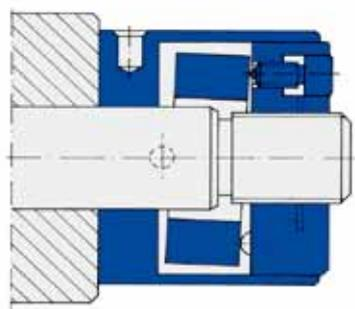

Fig. 1
1. SPIETHクランピングナット本体の座面が相手面に軽く接触するまでねじ込みます。(Fig.1)そして二本のロックスクリーンを締め付けると、クランプナット本体のねじ(d1)と雄ねじがロックされます。